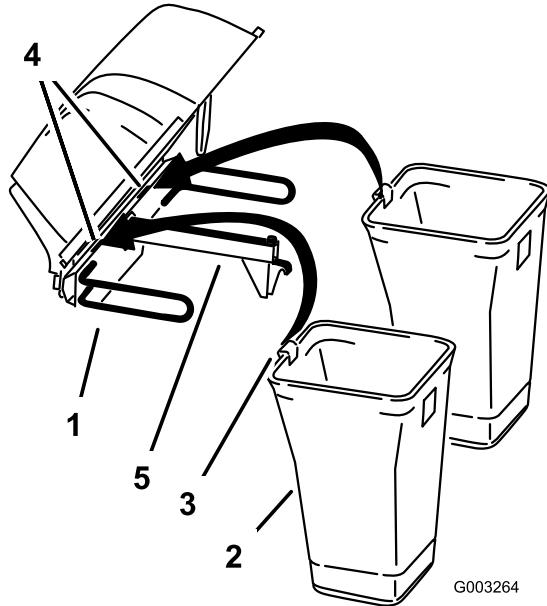
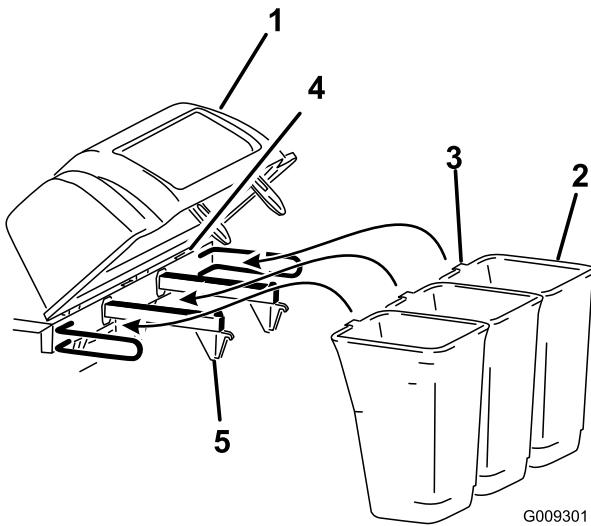

Figura 8
Figura 9
6. Encaixe a aba do saco no entalhe no conjunto do capot (Figura 8 ou Figura 9).